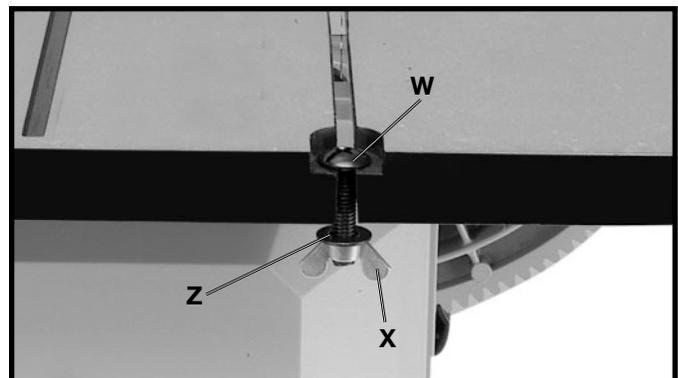

Fig. 12
10. Insérez la vis M6 x 1 x 30 mm (W) fig. 12 dans le trou de la table, comme il est illustré, et placez une rondelle plate M6 (Z) sur la vis M6 x 1 x 30 mm (W) et vissez l'écrou papillon M6 x 1 (X) sur la vis (W) et serrez-le bien.